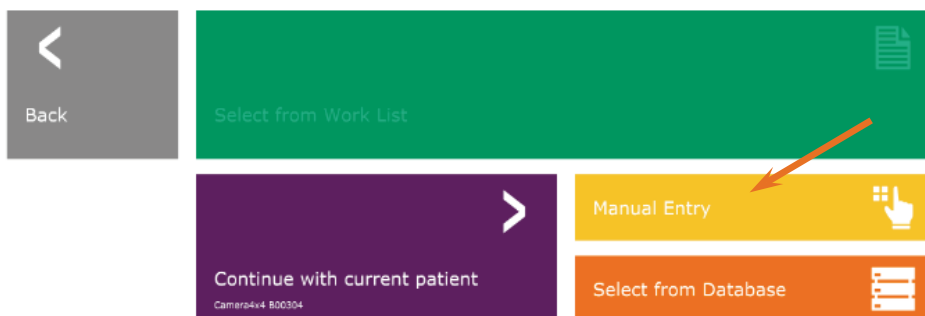

Figura 5.2.1
- L'utente può scegliere tra **Select from Worklist** (Seleziona da elenco di lavoro), **Manual Entry** (Inserimento manuale), **Select from Database** (Seleziona da database) o **Continue with current patient** (Continua con il paziente corrente). Vedere la Figura 5.2.1.